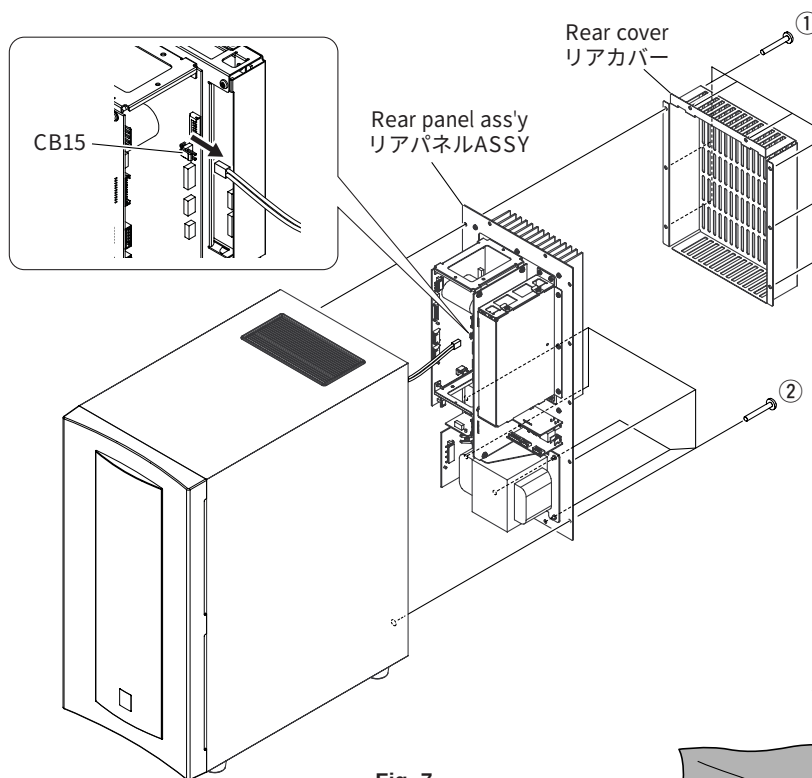

Fig. 7
- Remove 8 screws (①). (Fig. 7)
- Remove the rear cover. (Fig. 7)
- Remove 6 screws (②). (Fig. 7)
- Pull out the rear panel ass'y slowly. (Fig. 7)
- Remove CB15. (Fig. 7)
- Remove the rear panel ass'y. (Fig. 7)
- ① のネジ 8 本を外します。 (Fig. 7)
- リアカバーを取り外します。 (Fig. 7)
- ② のネジ 6 本を外します。 (Fig. 7)
- リアパネル ASSY をゆっくり引き出します。 (Fig. 7)
- CB15 を外します。 (Fig. 7)
- リアパネル ASSY を取り外します。 (Fig. 7)